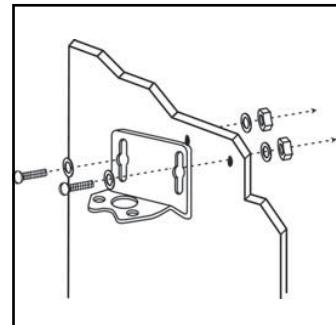

Figura 2
2. Si utiliza tornillos y tuercas para metales para realizar la instalación, quite el cajón del gabinete contiguo y perfore dos orificios de 7/32" de diámetro a través de la pared del gabinete. Fije el soporte del filtro a la pared con tornillos, tuercas y arandelas. Utilice arandelas en ambos lados de la pared. Montar el filtro en un lado de la pared del gabinete le da un buen soporte rígido y resistente. (Figura 2) Si utiliza tornillos de plancha para realizar la instalación, sólo debe presionar con un punzón de marcar en el lugar señalado (Paso 1), colocar el soporte en el lugar correspondiente y luego instalar los tornillos con un destornillador.